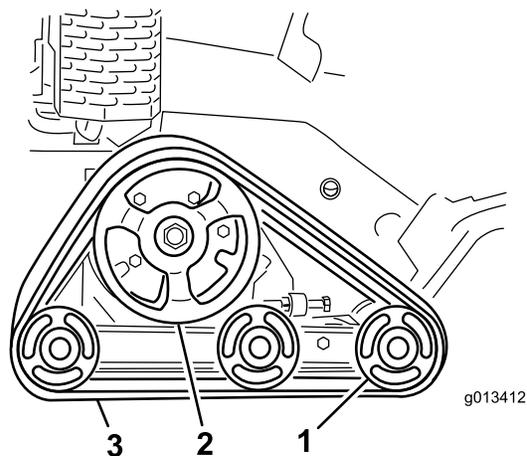

図 41
**重要** 走行ホイールと駆動ホイールも完全に洗浄してください 図 41。洗浄されているロードホイールは自由に回転します。